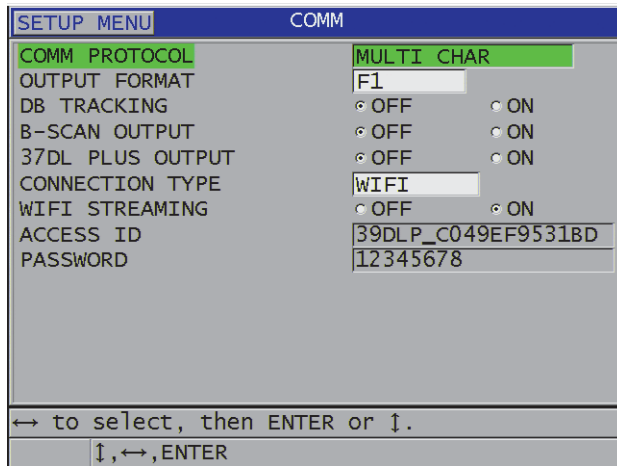

Figura 14-5 Configuración Wi-Fi
4. En la pantalla **COMANDO (COMM)**, ajuste el parámetro **TIPO CONEXIÓN (CONNECTION TYPE)** a **WIFI** (ver Figura 14-5 en la página 289).